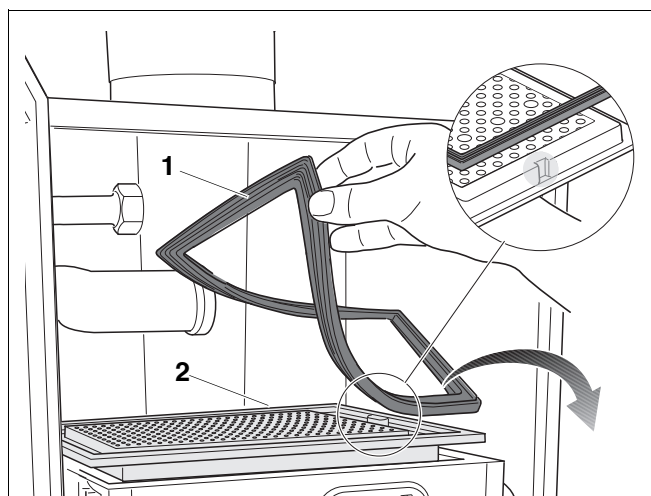

Рис. 105 Демонтаж горелки и уплотнения горелки
- Снять уплотнение горелки (рис. 105, поз. 1) и при необходимости заменить.
- Снять горелку (рис. 105, поз. 2) и очистить сжатым воздухом или мягкой щеткой со всех сторон.
При установке горелки на место следите за тем, чтобы паз находился с правой стороны (рис. 105, лупа).